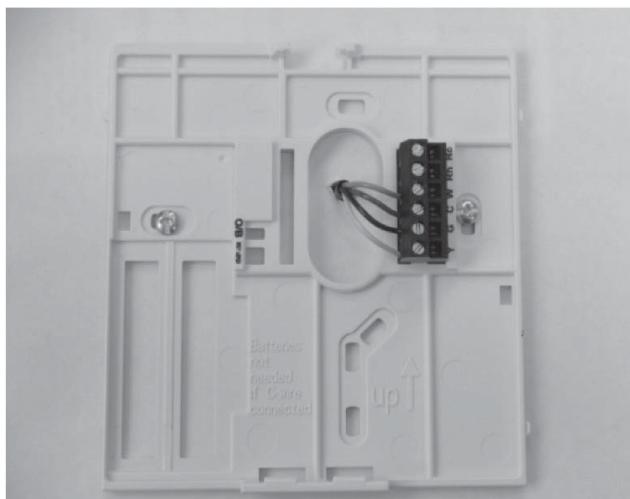

Fig. 2 - Adern an der Klemmleiste fixieren
7. Länge und Verlegung der einzelnen Adern für die jeweilige Anschlussklemme und den Klemmenblock an der Rückseite korrigieren; dabei jeweils 6,5 mm Reserve pro Ader lassen. Die Isolierung jeder Ader nur 6,5 mm entfernen, damit benachbarte Adern beim Anschluss keinen Kurzschluss miteinander haben. Siehe Abb.2.